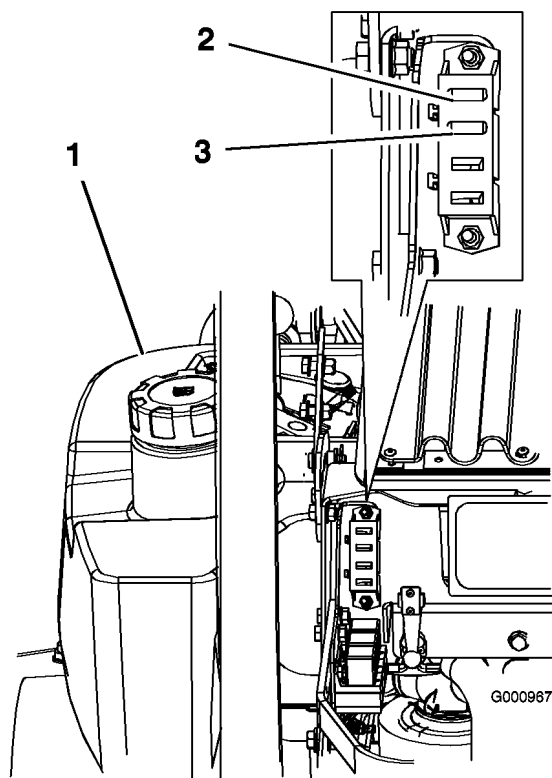

Figura 47
1. Sbloccate il cofano del motore ed alzatelo per accedere al portafusibili (Figura 47).
3. Montate un fusibile nuovo (Figura 47).